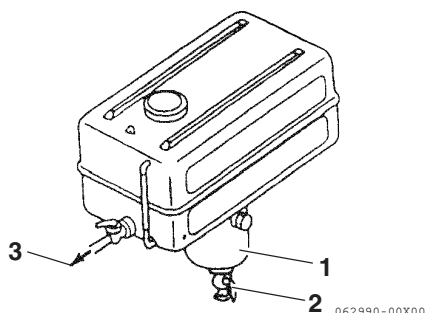

Figura 1
1. Coloque un contenedor bajo el grifo de drenaje (**Figura 1, (2)**) para recoger el combustible.